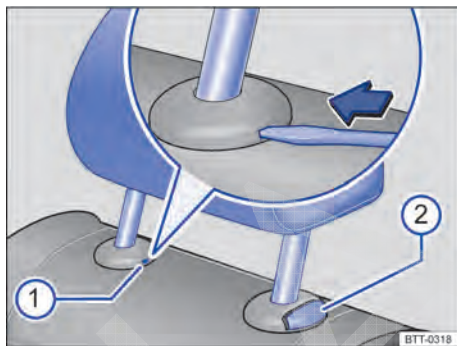

Fig. 49 Desinstalar o apoio para cabeça traseiro.
- Pressionar a lâmina da chave de fenda na fenda da capa de cobertura ⇒ Fig. 49 ① no sentido da seta e segurar nesta posição.
- Ao mesmo tempo, pressionar o botão ②, enquanto outra pessoa retira totalmente o apoio para cabeça.